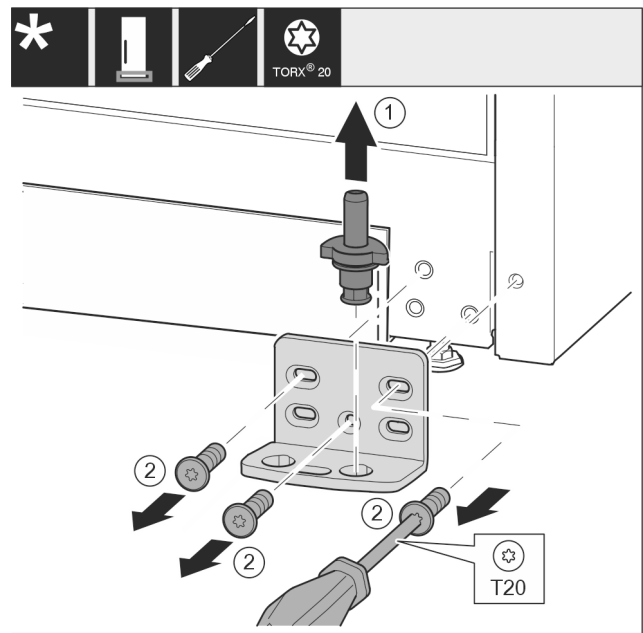

Fig. 17
- ▶ Опорный палец полностью извлеките движением вверх. Fig. 17 (1)
- ▶ Открутите винты отверткой T20 и снимите опорный кронштейн. Fig. 17 (2)